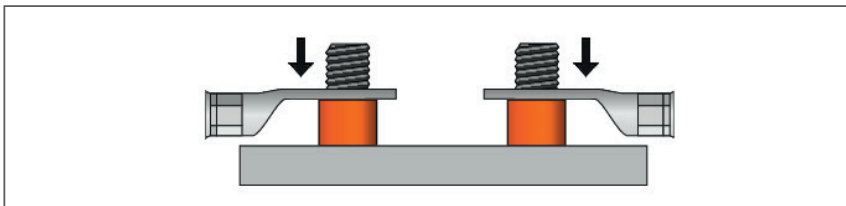

Abb. 5-37: HV BM 1.2+S, Leitung HV+, Ringkabelschuhe auf Gewindebolzen aufsetzen
- ☞ Die Ringkabelschuhe auf der Kupferschienenseite wie in Abb. 5-37 dargestellt auf die Gewindebolzen aufsetzen.